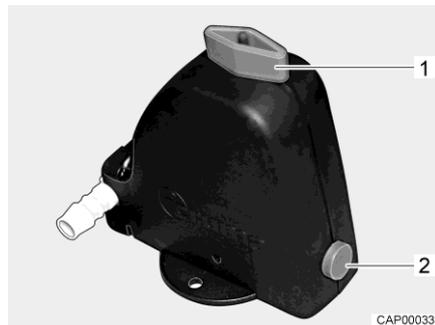

Fig. 283 Valvola di sicurezza/di scarico (Truma)
- Aprire la valvola di sicurezza/di scarico (Truma). A tal fine ruotare la manopola (Fig. 283,1) nel senso della lunghezza della valvola di sicurezza/di scarico. Il bottone automatico (Fig. 283,2) scatta all'infuori.